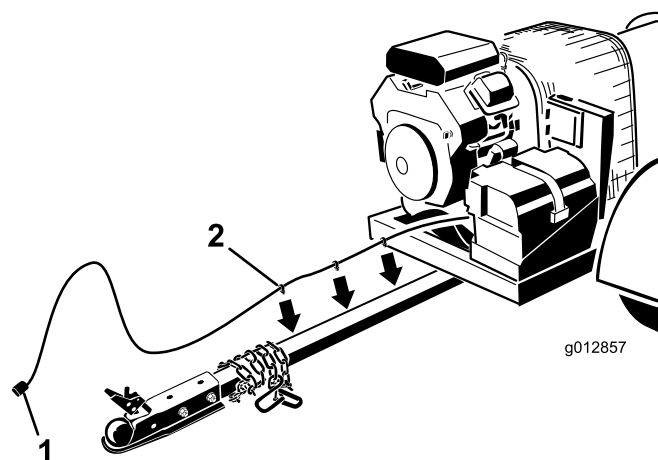

Figura 10
3. Pase el arnés de cables por el lado derecho de la barra del enganche (Figura 10).
4. Inserte los clips del arnés en los taladros del lateral de la barra del enganche para sujetar el arnés (Figura 10).